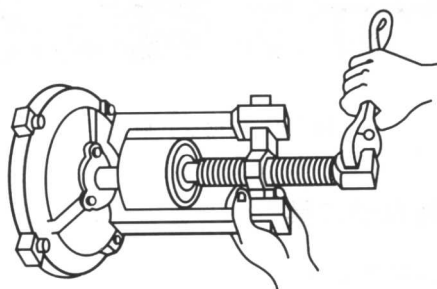

图 1-6 拉具
(6) 拉具,又叫拉马,是用来拆卸电动机上的皮带轮或用来更换电动机轴承的一种专用工具,如图 1-6 所示。